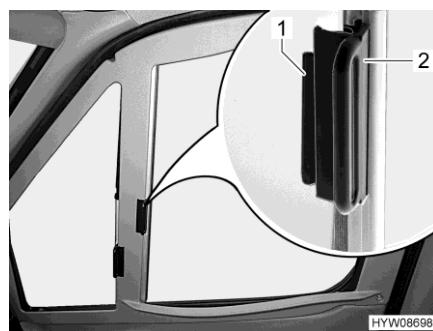

Fig. 47 Tendina oscurante pieghevole (finestrino del conducente/passeggero)
- Con la levetta (Fig. 47,2) tirare le tendine oscuranti pieghevole per il finestrino del guidatore e del passeggero verso l'altro lato della finestra e congiungerle alle strisce magnetiche.
- Inserire fino all'arresto le tendine oscuranti pieghevole per il finestrino del guidatore e del passeggero per la maniglia (Fig. 47,2).
- Spingere la maniglia (Fig. 47,2) fino al sopralzo (Fig. 47,1).